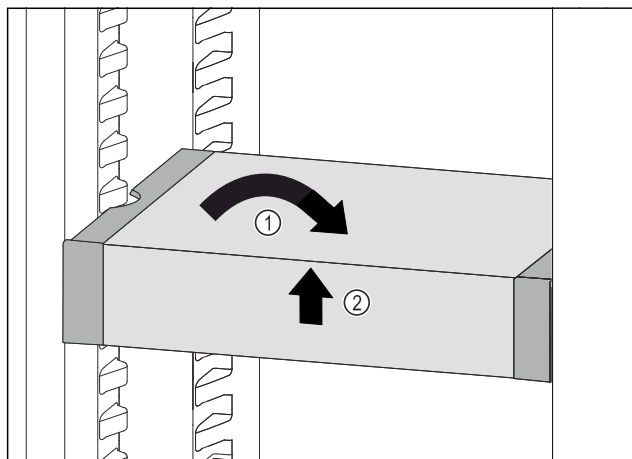

Fig. 94
- ▶ Placer VarioSafe lige. Fig. 94 (1)
- ▶ Løft VarioSafe op foran. Fig. 94 (2)